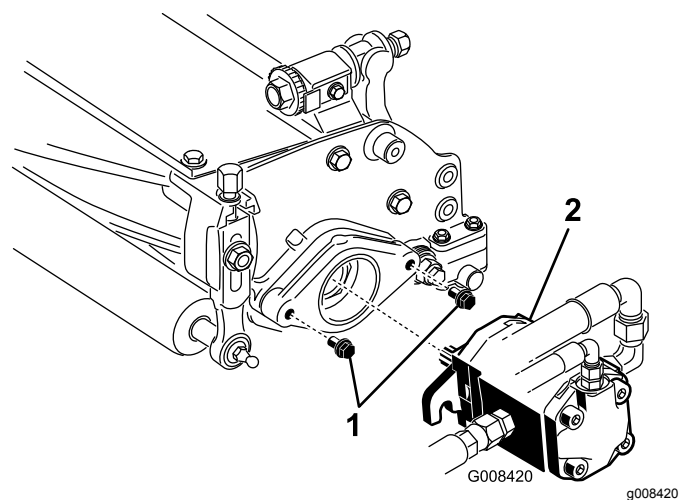

Figura 11
7. Certifique-se de que deixa uma folga de aproximadamente 13 mm em cada parafuso de montagem do motor da transmissão do cilindro (**Figura 11**).
8. Cubra o eixo do motor com massa lubrificante limpa e monte o motor rodando-o no sentido dos ponteiros do relógio até que a folga das cavilhas tenha sido eliminada. Rode o motor no sentido contrário aos ponteiros do relógio até que as flanges envolvam as cavilhas (**Figura 11**).
9. Aperte os parafusos de montagem (**Figura 11**).